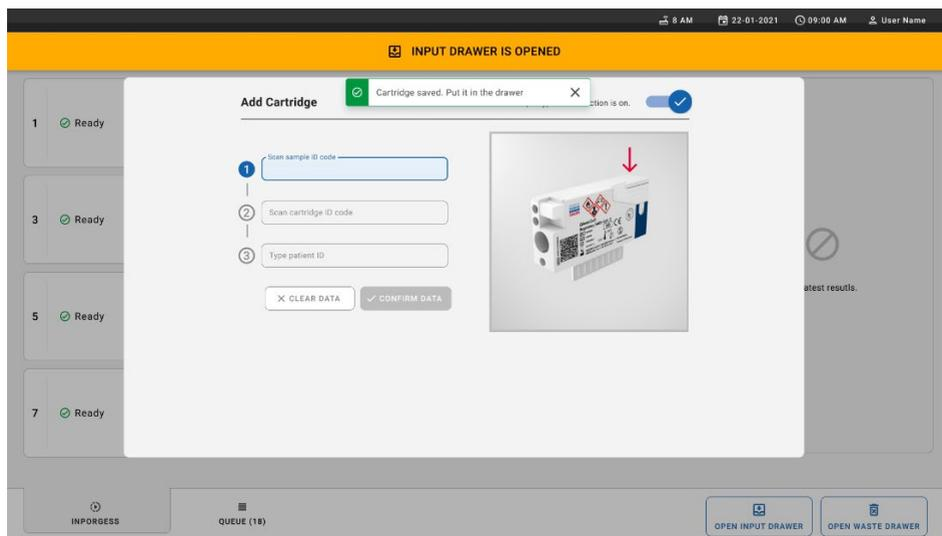

Abbildung 28. Bildschirm ADD CARTRIDGE (KARTUSCHE HINZUFÜGEN).
- Platzieren Sie die Kartusche in die Zufuhrschublade. Vergewissern Sie sich, dass die Kartusche ordnungsgemäß in den Schubladeneinsatz eingesetzt ist (Abbildung 28).